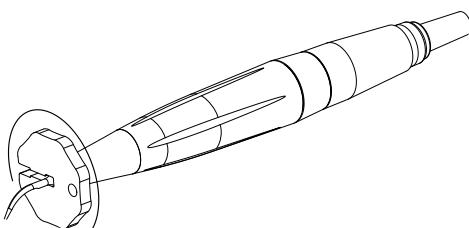

Abb. 5 Festziehen der Spitz mit Schraubenschlüssel
3. Die Spitzen vor Gebrauch sterilisieren (Kapitel 6 „Sterilisation und Ersatzteile“). Die ausgewählte Spitz aufsetzen und mithilfe des mitgelieferten Schraubenschlüssels nur mäßig anziehen (Abb. 5 unten).